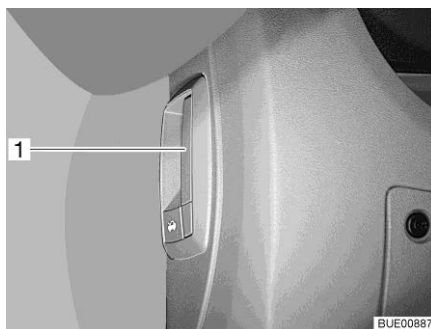

Bild 48 Låsspak motorhuv (inne i fordonet)
- Dra i spaken (Bild 48,1) under till vänster eller vid sidan om instrumentbrädan.